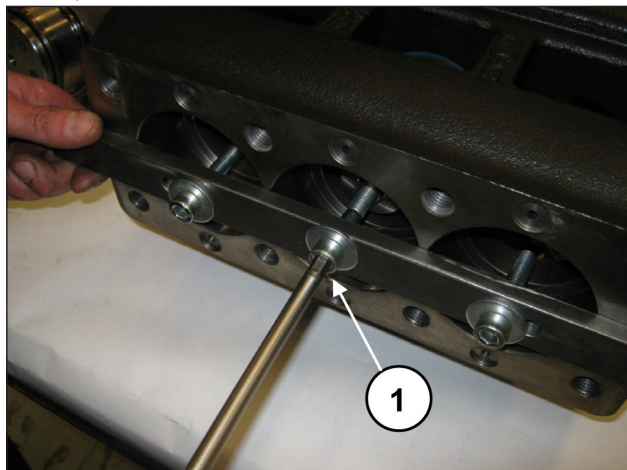
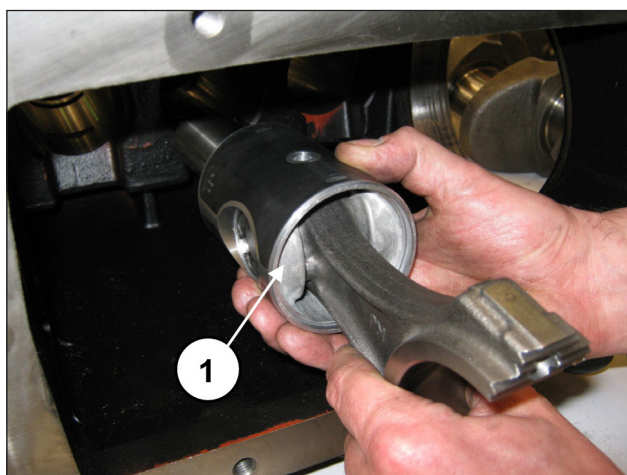

图 32
图 33
拧松工具（代码 27566200）的螺栓以松开连杆（位置①，图 32），接着从泵壳后方开口处抽出连杆/柱塞导承组件（位置①，图 33）。
确保曲轴箱已彻底清洁后，将半连杆/活塞导承组件插入曲轴箱管内(①，图 33)。
锁定三个组件，可利用编号为 27566200的专用工具(①，图 32)。
拆除用于锁定连杆、编号为 27566200 的工具 (位置①, 图 32)。